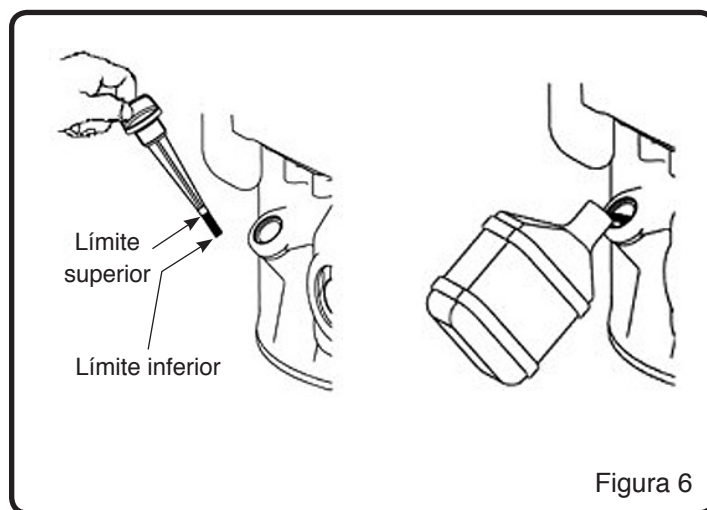

Figura 6
4. Al tenerse un nivel lleno de aceite, el aceite alcanzará el límite superior en la varilla aforadora. Si el nivel de aceite está cerca del límite inferior o por debajo de éste, se ha de agregar aceite. (Véase la figura 6)